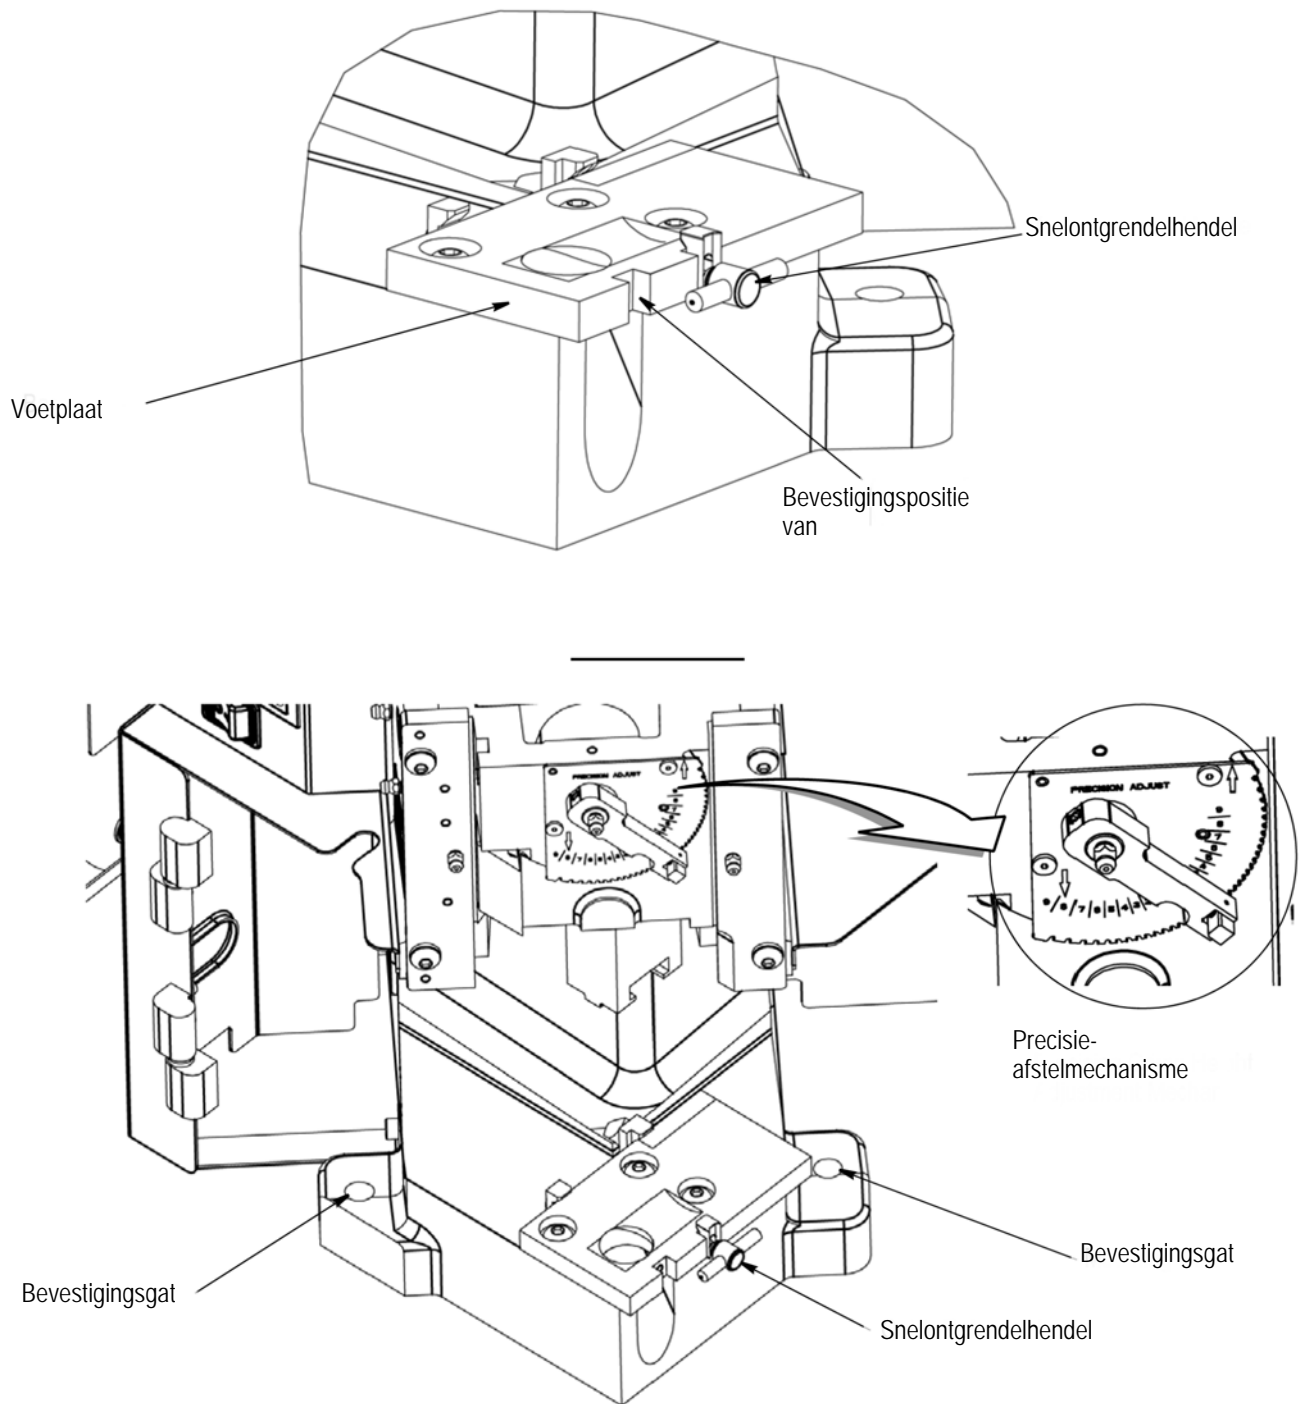

Figure 5
3. De **voetplaat** vormt het bevestigingsvlak waarop de applicator wordt geïnstalleerd. De snel ontgrendelbare vergrendeling maakt snel en eenvoudig installeren en verwijderen van de applicator mogelijk. Zie Afbeelding 5.
4. De **krimphoogte-afstelgroep** maakt gebruik van een excenter die is bevestigd in de verbinding van de hefcilinder, samen met palaanslagen in het mechanisme om de krimphoogte af te stellen. Door het mechanisme in beide richtingen te indexeren, wordt de krimphoogte in stappen van ca. 0,013 mm per stap gewijzigd. Raadpleeg Afbeelding 5 voor het precisie-afstelmechanisme voor de krimphoogte.
Machines moeten stevig met bouten aan de werkbank bevestigd zijn, waarbij de bevestigingsgaten zoals afgebeeld in Afbeelding 5 gebruikt moeten worden. Hardware moet door de klant worden verstrekt. Machines mogen niet over de voorzijde van de werkbank uitsteken.
1. Draai de snelontgrendelhendel (T-hendel) los (zie Figure 5) en schuif de applicatorvoetklem naar beneden.
Bij gebruik van Applicator 567200-2 (oorspronkelijk bedoeld voor gebruik met AMP-O-LECTRIC Model "K" Terminators), draait u de snelontgrendelhendel los, schuift u de applicatorvoetklem naar beneden en verwijdert u de achterste aanslag aan linkerkant van de voetplaat. Breng de achterste aanslag (onderdeelnummer 354561-1), die wordt meegeleverd met de luchttoevoerset, op de alternatieve bevestigingspositie op de voetplaat aan. Zie Figure 5.